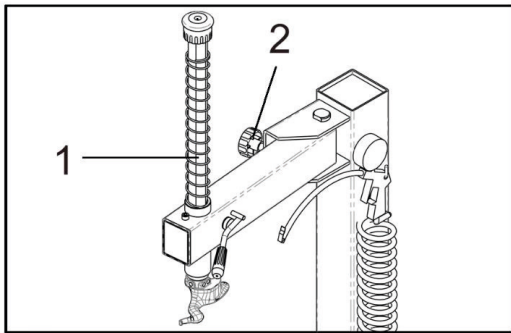

FIG7
4.1.3 Placez l'arbre hexagonal (FIG. 2-3) en position de travail pour rapprocher l'outil de démontage de la jante de la roue. Utilisez le volant (FIG 7 -2) pour pousser contre le culbuteur, puis utilisez la poignée de verrouillage (FIG 2-17) pour VERROUILLER. L'outil de démontage se déplacera automatiquement d'un petit écart (FIG16). L'angle de l'outil de démontage a été calibré en fonction de la jante standard 13". Si vous manipulez une jante extra-large ou extra-petite, vous pouvez la repositionner.